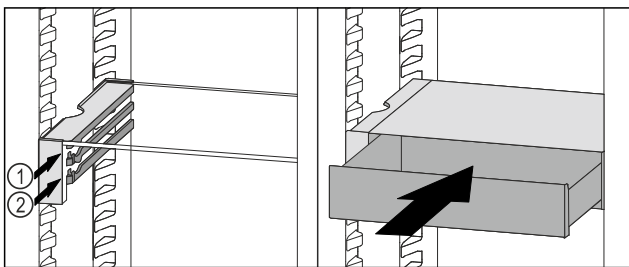

Fig. 130
- ▶ VarioSafe-Schubfach hinter den Stopperrn auf gewünschter Rippe Fig. 130 (1) oder Fig. 130 (2) aufsetzen.